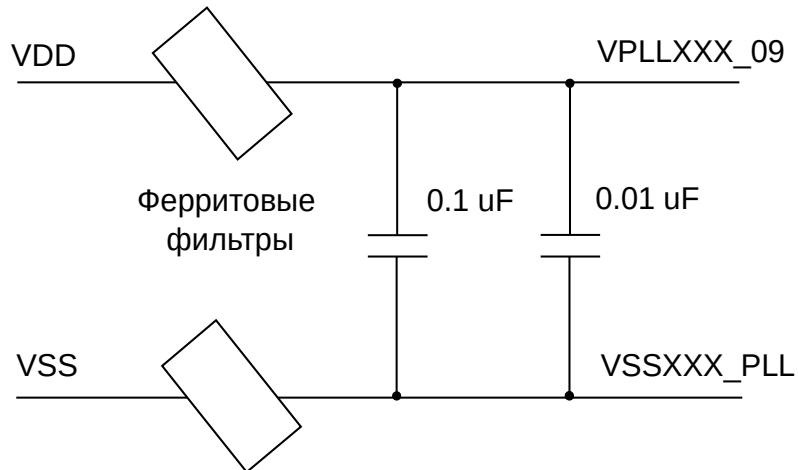

Рисунок 3 - Подключение доменов питания 0,95 В
- 4) Может соединяться на плате с другими доменами питания PLL (и только PLL) с помощью двух ферритового фильтров (BLM15AX601SN1D или подобным) и двух шунтирующих конденсаторов ёмкостью 0,1 мкФ и 0,01 мкФ, см. рисунок 3. Конденсаторы должны размещаться как можно ближе к контактам микропроцессора Байкал-Т1.